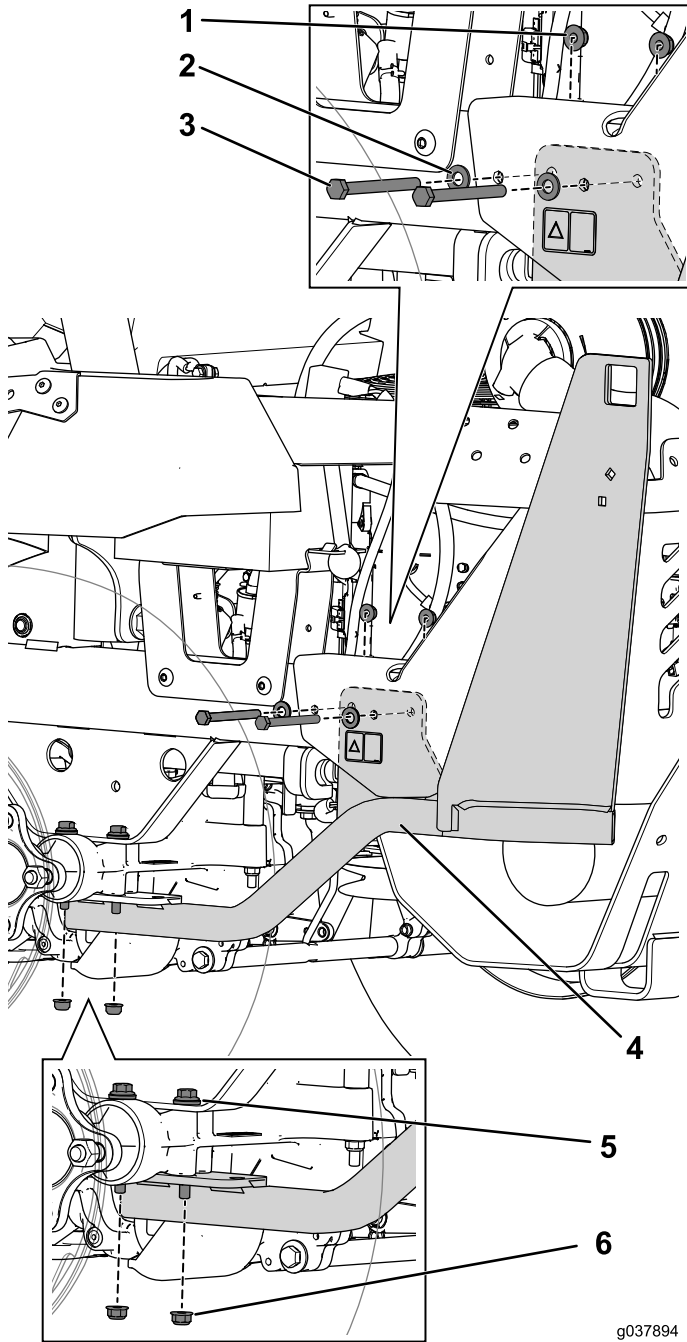

Bild 12
4. Fluchten Sie die Löcher an der Stütze für die Schrauben am Antrieb aus und setzen Sie die zur Seite gelegten Muttern ein (Bild 12).
5. Befestigen Sie die Stütze mit den zwei Schrauben (5/16" x 3/4") und Muttern am Rahmen (Bild 12).